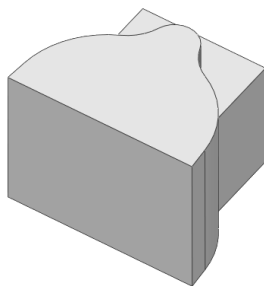

图 6-85 拉伸实体结果
5) 拉伸实体。选择菜单栏中的“插入”→“凸台/基体”→“拉伸”命令, 或者单击“特征”控制面板中的 (拉伸凸台/基体) 按钮, 系统弹出“凸台-拉伸”属性管理器。输入拉伸距离“250”, 单击属性管理器中的 (确定) 按钮, 结果如图 6-85 所示。